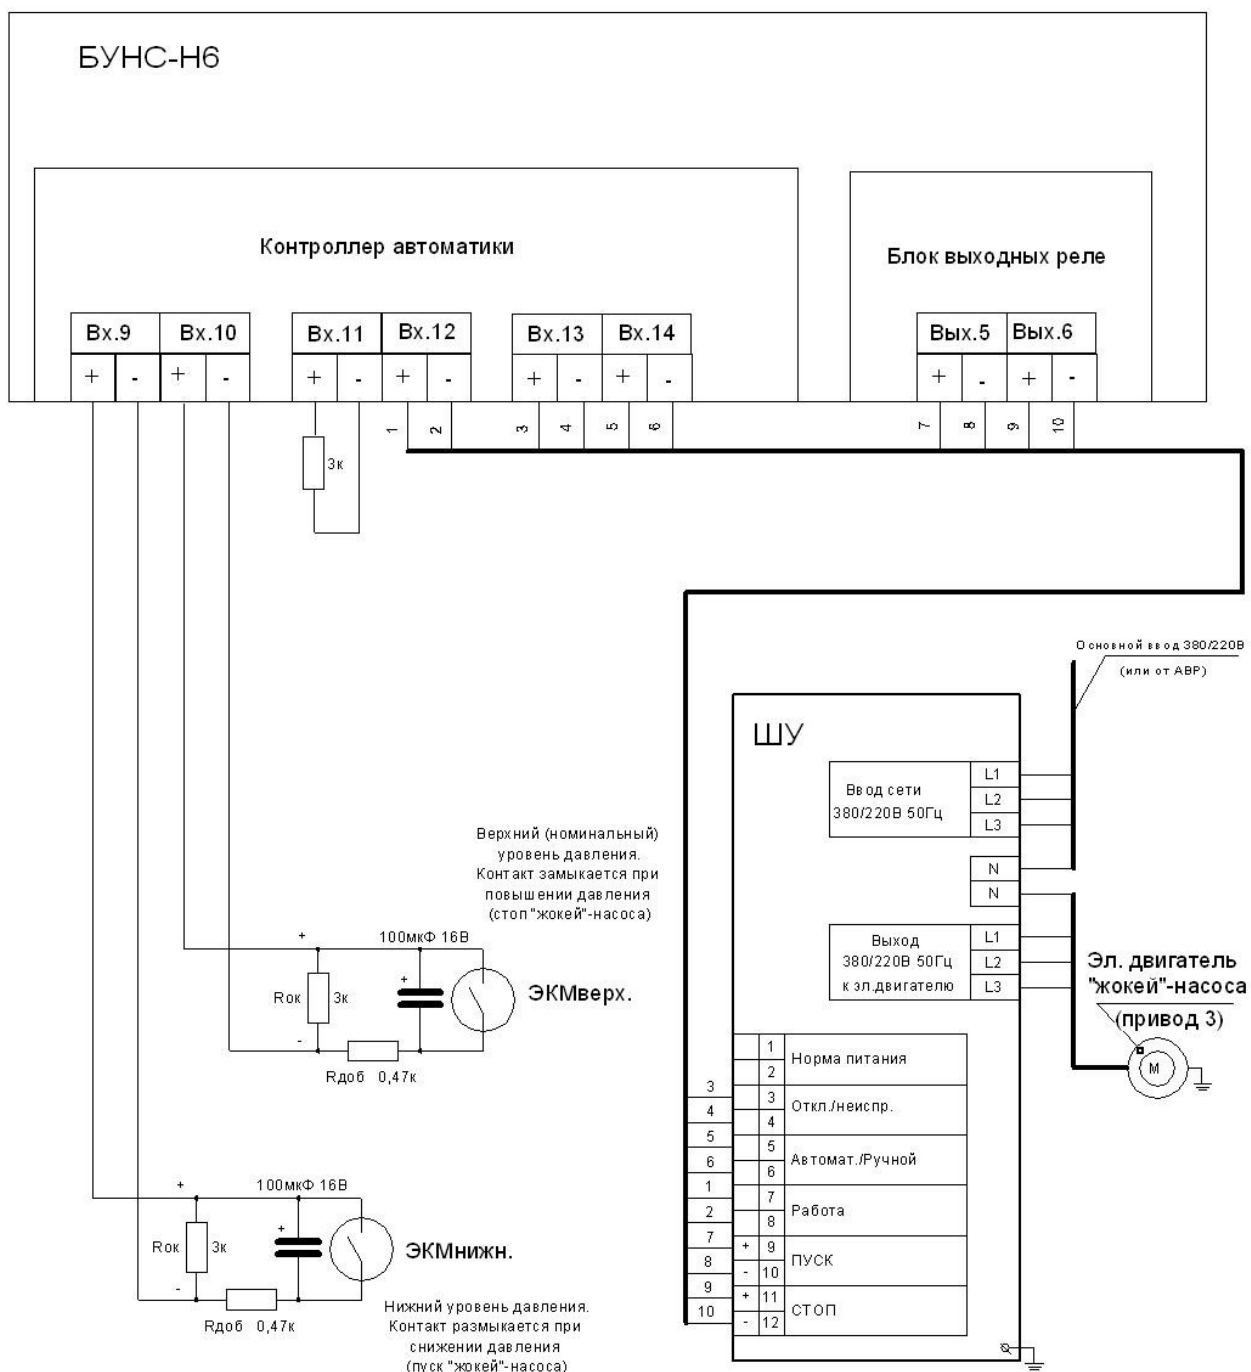

Рисунок 5.9
- рисунок 5.9 - «жокей»-насоса – привод 3.